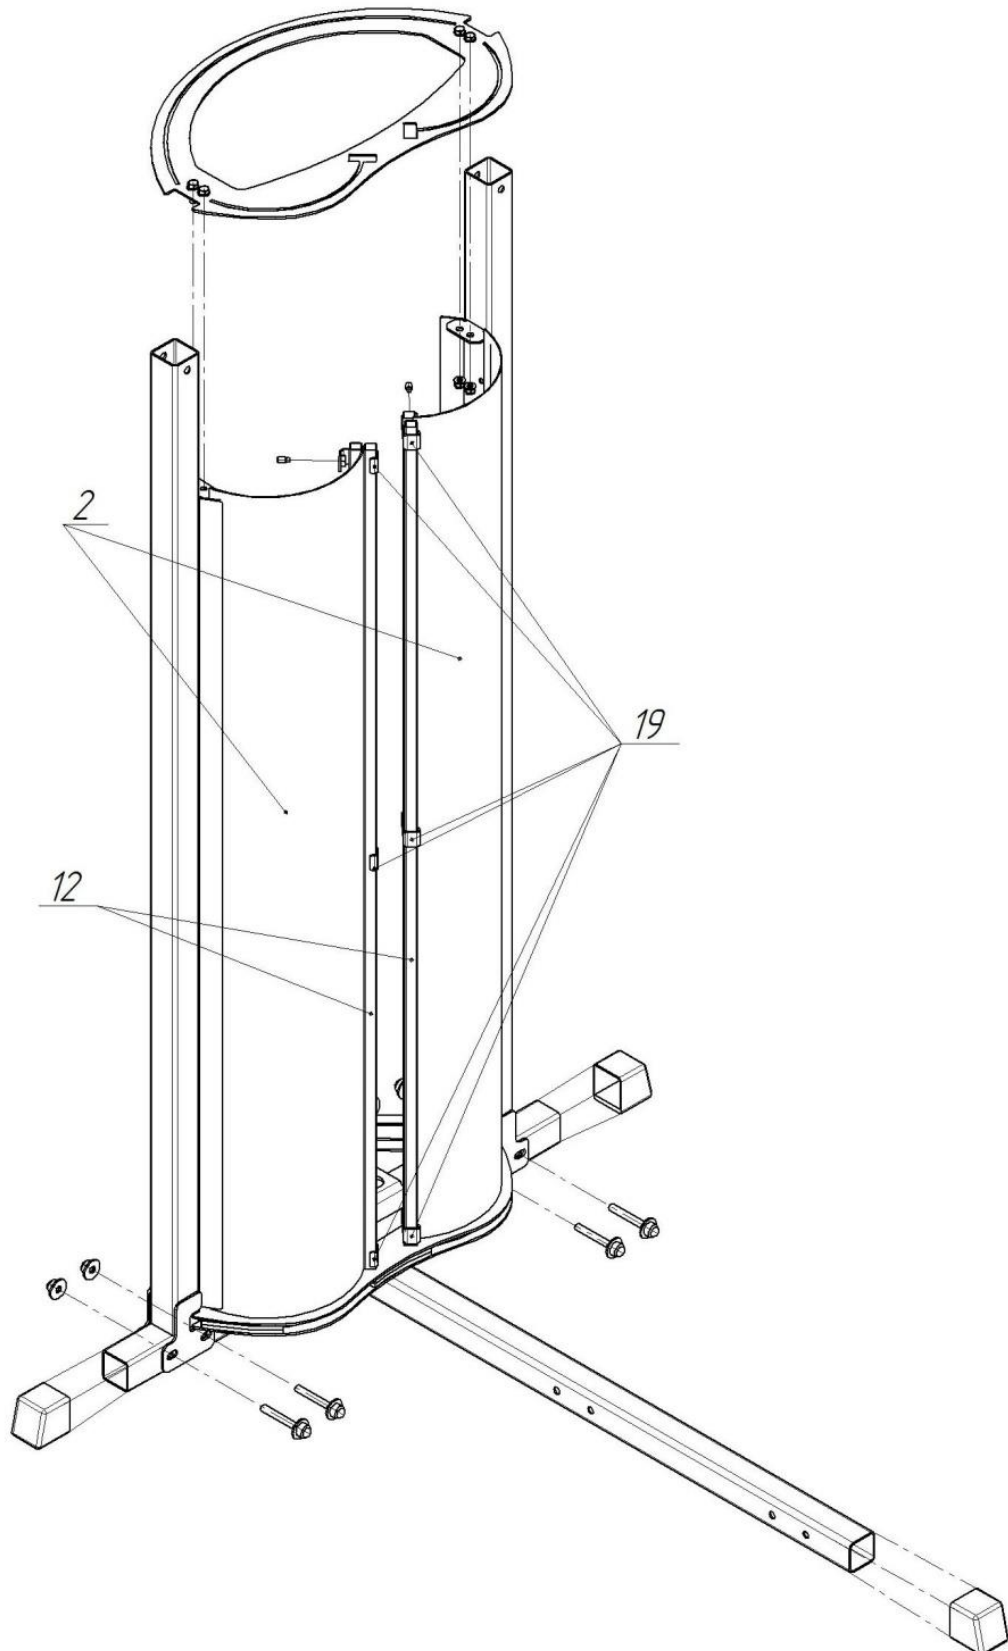

Рис.5. Схема сборки этапа №1
4. Установите экран поликарбонатный 0,3x1,7 (2) в изогнутый паз на нижней части рамы (5) так, чтобы боковой край экрана зашел за пластину на стойке (9) с внутренней стороны. Приподнимите пластину (11) над экраном и вставьте экран в изогнутый паз. Вставьте трубы
(12) в пазы на верхней и нижней пластинах соответственно. Первой вставляем внутреннюю трубу (12), затем наружную. Экран должен находиться между ними, как показано на виде А. Установить 3 скобы (19) на трубы (12) как показано на рисунке, предварительно вкрутив в них винты установочные (47) используя инструмент К. Снять трубы с экраном скобами (19), вкручивая винт установочный и придерживая скобу. Придерживая пластину (11) и следя чтоб не выскочил из пазов установленный экран установить второй экран поликарбонатный 0,3х1,7, как показано на рис.5.